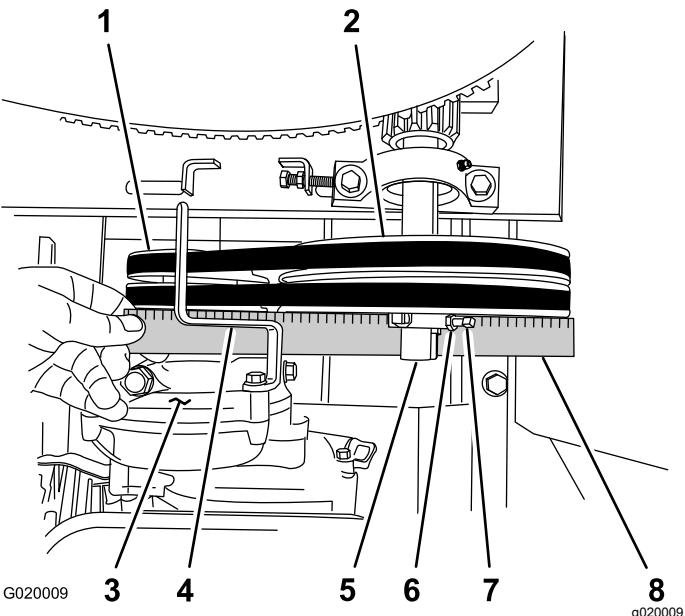

Figura 64
- D. Coloque una regla sobre la polea del motor y la polea tensora (Figura 64).
- E. Si es necesario, gire el motor sobre la chapa del motor hasta que la polea del motor y la polea tensora estén alineadas con la regla (Figura 64).